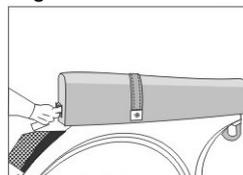
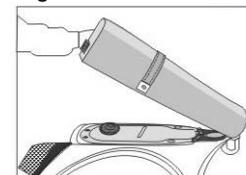

Fig. 10
Fig. 11
1.3 **Serratura della sella (sella doppia):** inserire la chiave, girarla in senso orario fino all'arresto ed estrarla. Spingere la serratura col pollice (Fig.10) e alzare la sella dalla parte posteriore (Fig.11). Posizionare la sella nella sua posizione normale e spingerla in basso. Per chiudere la sella, seguire la procedura descritta qui sopra in ordine inverso.